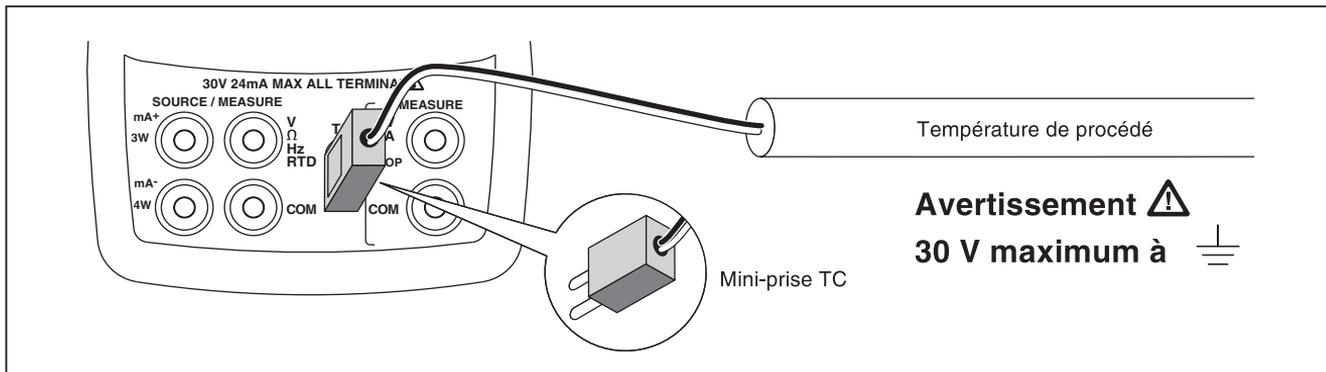

Figure 10. Mesure de température avec un thermocouple
1. Branchez les fils du thermocouple sur l'entrée/sortie TC par l'intermédiaire de la mini-prise TC appropriée, conformément à la figure 10.